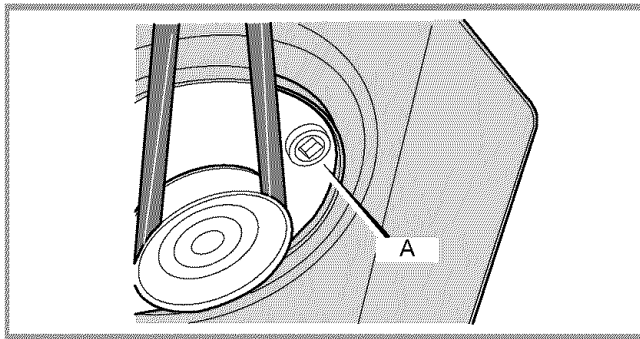

Figura 18: Tapón de drenaje de aceite
- 3 Con el motor apagado pero aún caliente, retire el tapón de drenaje de aceite (A) como se muestra en Figura 18. Drene el aceite en el recipiente apropiado.